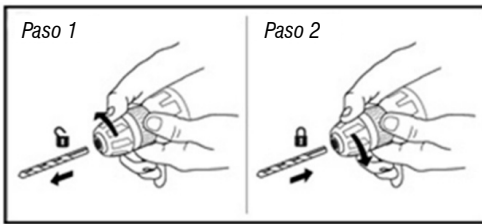

Fig. 3 – Instalación y extracción del accesorio
1. Abra el mandril (1) del taladro/destornillador (Fig. 3, paso 1).
2. Inserte la broca o la punta/clavija en el mandril (1).